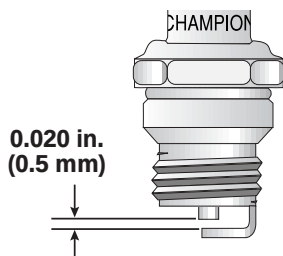

Fig. 40
3. Remplacez toute bougie fendillée, encrassée ou sale. Réglez l'écartement à **0,5 mm (0,020 po)** à l'aide d'une jauge d'épaisseur (Fig. 40).